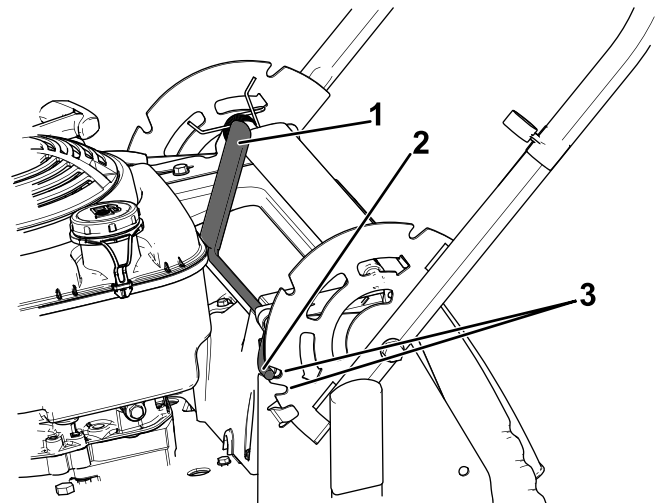

Figura 12
1. Tire hacia atrás de la palanca de bloqueo para desenganchar las clavijas de bloqueo del manillar (Figura 12).
2. Gire el manillar y alinee la muesca deseada del soporte del manillar con las clavijas de bloqueo del manillar; consulte Figura 12.